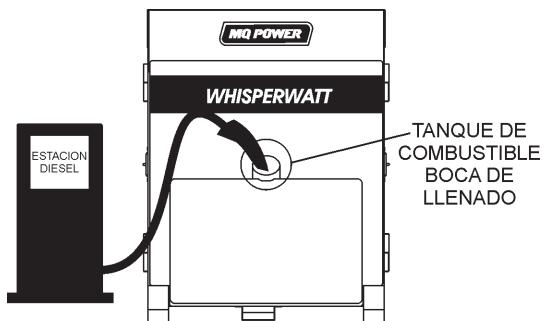

Figura 32. Abasteciendo de combustible el generador
2. Abra las puertas del compartimento “lado derecho” del generador (de la posición del panel de control del generador) Remueva la tapa del combustible y llene el tanque (Figura 32).